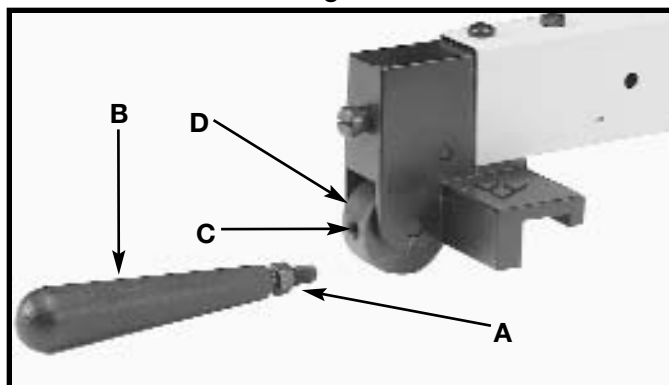

Fig. 24
- 1. Visser l'écrou hexagonal M8x de 1,25 (A) fig. 24 à mi-chemin sur le goujon de la poignée (B).
- 2. Fixer la poignée (B) fig. 24 dans le trou fileté (C) de la came du guide. Serrer l'écrou hexagonal (A) fig. 24 contre la came (D).